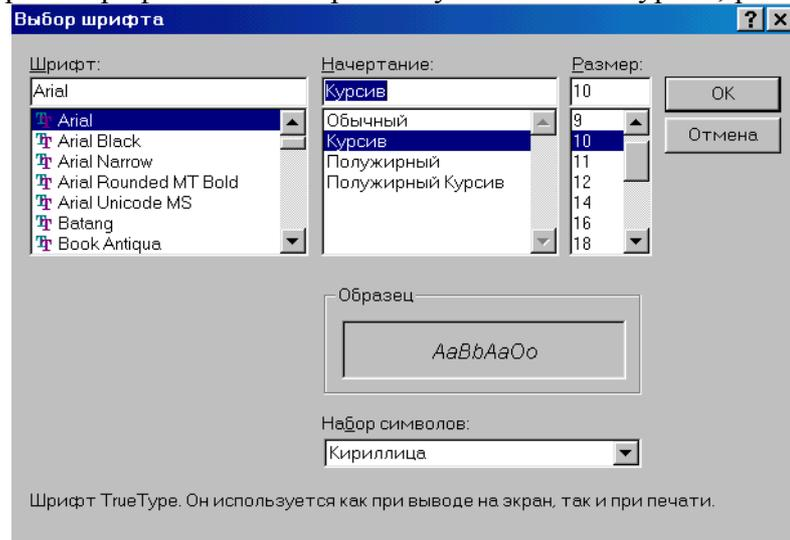

Рис. 3-8. Выбор шрифта
5) На стандартной панели выбора шрифта Windows (рис. 3-8) из списка шрифтов выберите шрифт Arial. Начертание установите – курсив, размер – 10 пунктов. В окне *Набор символов* из списка выберите *Кириллица*. Нажмите кнопку ОК, чтобы закрыть панель.